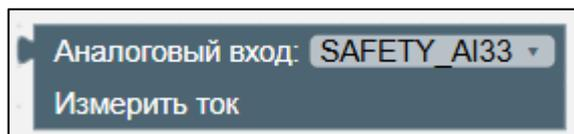

Рисунок II-34 – Блок «Аналоговый вход. Измерить ток»
7. Блок «Аналоговый вход. Измерить ток» (см. Рисунок II-34).